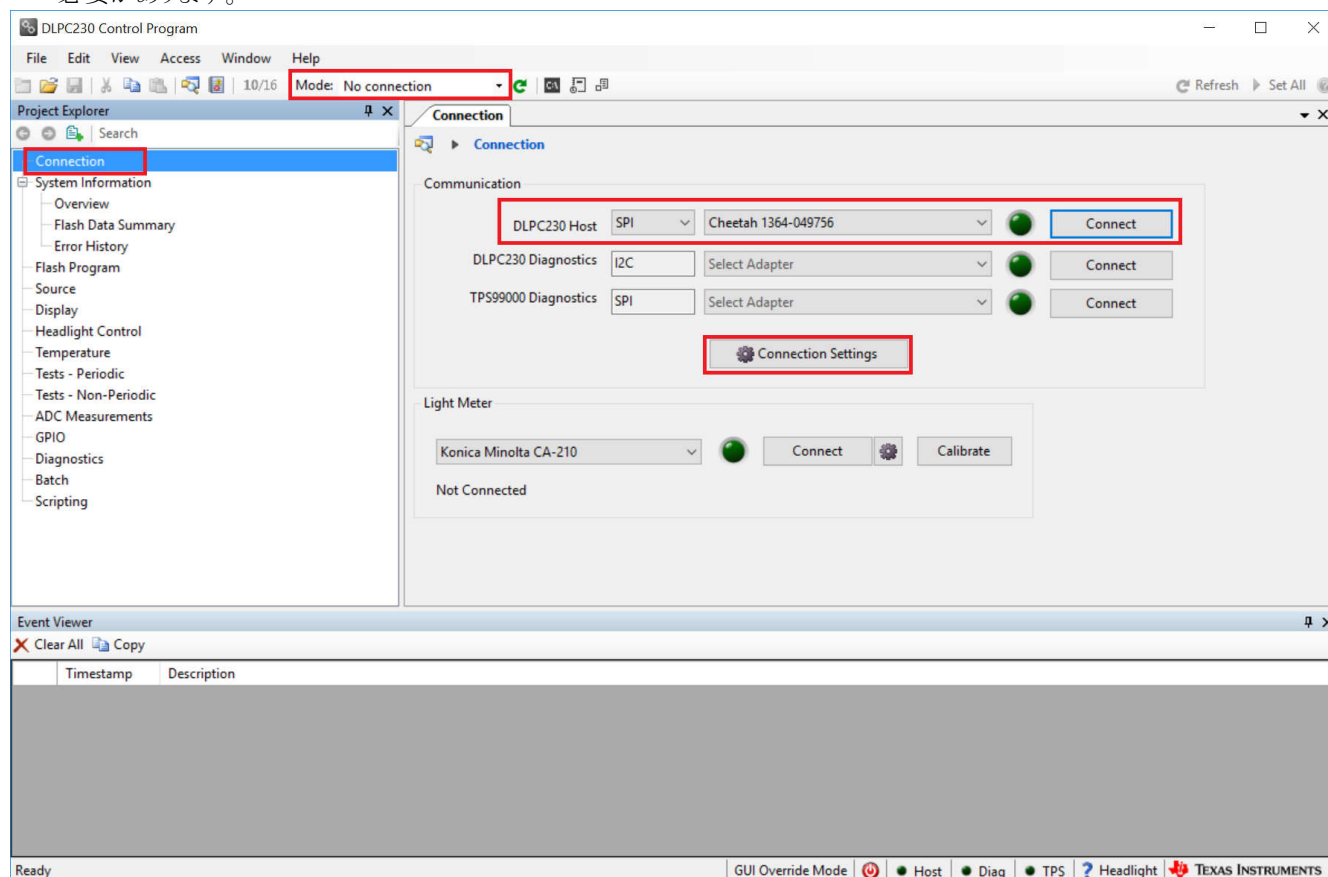

図 2-2. DLPC230-Q1 車載制御プログラムを使用した DLPC230-Q1 への接続し
2. 接続ページで、DLPC230-Q1 ホストを SPI に設定し、ドロップダウン メニューから Cheetah を選択します (図 2-2 を参照)。Cheetah がドロップダウン ボックスに表示されるようにするには、USB ケーブルがあるコンピュータに接続する必要があります。